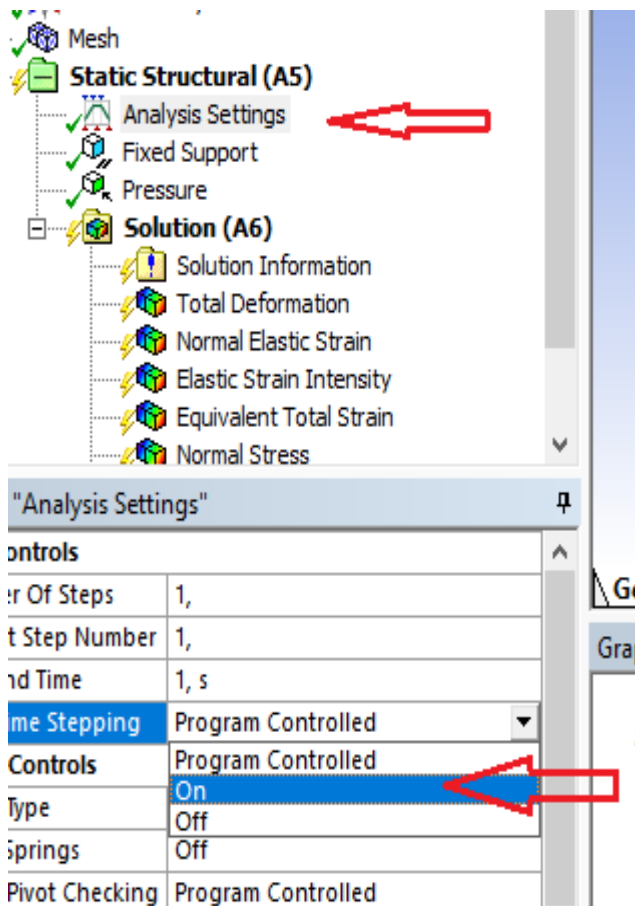

Рисунок 4.22 Ручне задання підкроків
Переходимо в налаштування Analysis Settings - Auto time stepping – on (рис. 4.22) і вибираємо к-сть підкроків Initial substeps (30), min substeps (30), max substeps (50) (рис. 4.23) (числові значення підкроків означають їх кількість при виведенні результатів).